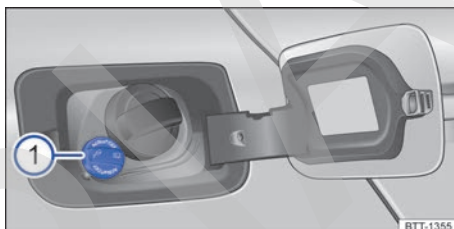
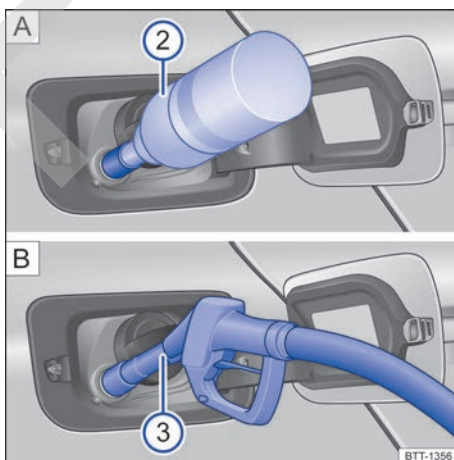

Fig. 222 Detrás de la tapa del depósito de combustible: tapón del depósito de AdBlue.
Fig. 223 Detrás de la tapa del depósito de combustible: Cargar AdBlue con A una botella de recarga o B la pistola de un surtidor.
Legenda de la fig. 222 y fig. 223:
La boca de llenado de AdBlue® se encuentra detrás de la tapa del depósito de combustible, junto a la boca de llenado de este → fig. 222.
- Para garantizar un repostaje óptimo, durante el mismo el asidero de la pistola tiene que apuntar hacia abajo → fig. 223 (B).
- El depósito de AdBlue® está lleno cuando la pistola del surtidor, utilizada correctamente, corta el suministro por primera vez. No llene el depósito de AdBlue® en exceso → ①.